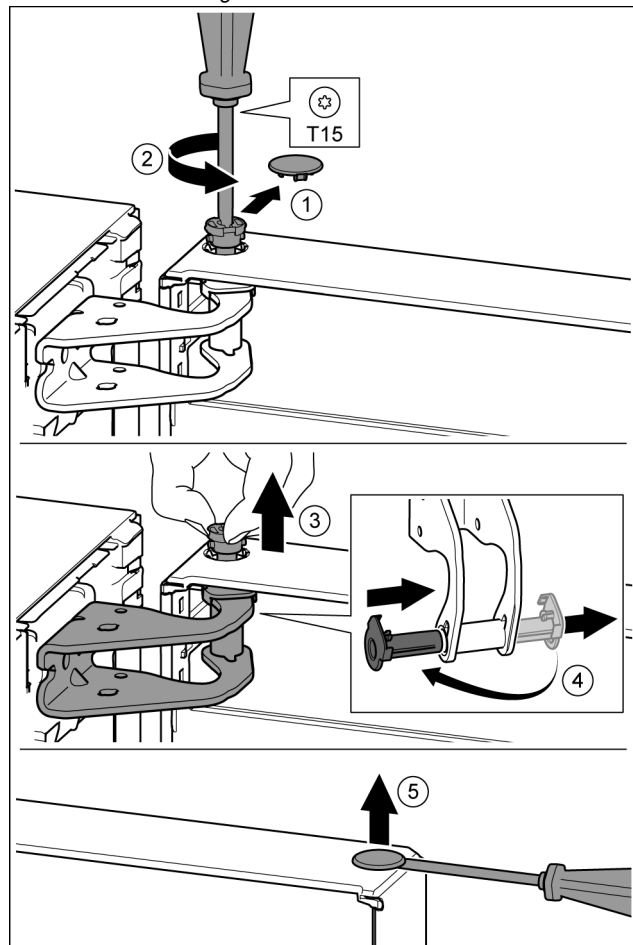

Fig. 22
- ▶ Sicherungsabdeckung vorsichtig abziehen. *Fig. 22 (1)*
- ▶ Bolzen mit Schraubendreher T15 ein Stück herausdrehen. *Fig. 22 (2)*
- ▶ Tür festhalten und Bolzen mit den Fingern herausziehen. *Fig. 22 (3)*
- ▶ Lagerbuchse aus Führung ziehen. Von der anderen Seite einsetzen und einrasten. *Fig. 22 (4)*
- ▶ Stopfen aus der Tür Lagerbuchse vorsichtig mit einem Schlitzschraubendreher anheben und herausziehen. *Fig. 22 (5)*